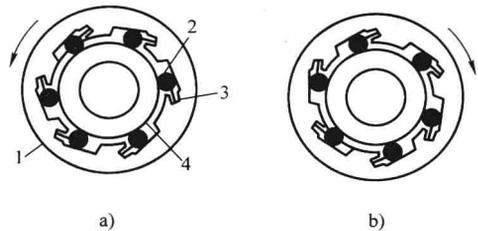

图 1-20 滚柱式单向离合器
(2) 滚柱式单向离合器 滚柱式单向离合器由内圈、滚柱、保持架和外圈组成, 工作原理如图 1-20 所示, 在外圈中开有楔形槽, 当内圈固定, 外圈沿图 1-20a 所示方向(逆时针)旋转时, 摩擦力使滚柱压缩弹簧向楔形槽的宽端移动, 内圈与外圈脱开, 外圈可以转动, 单向离合器的这种状态为超越状态; 当外圈沿图 1-20b 所示方向(顺时针)旋转, 摩擦力和弹簧力使滚柱向楔形槽的窄端移动, 滚柱将内圈与外圈连为一体, 外圈不能转动, 单向离合器处于锁止状态。楔形槽在外圈上, 也有的是开在内圈上, 两者的效果是一样的。